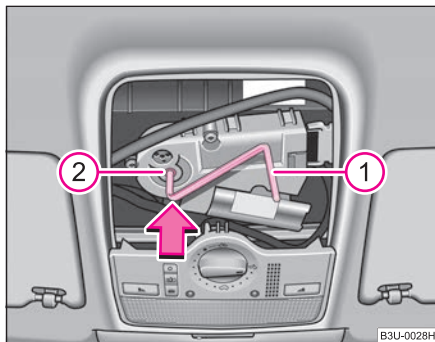

Fig. 34 Plafonul: Acționarea în caz de urgență
- Apăsați manivela ① până la limită în orificiul hexagonal ② ⇒ fig. 34.